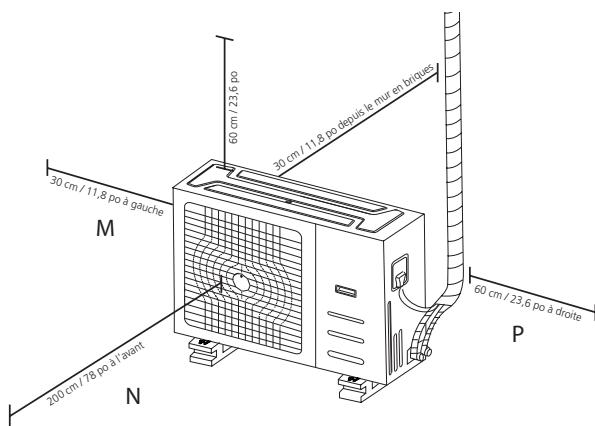

Fig. 6.8
**REMARQUE :** la distance minimale entre l'unité extérieure et les murs décrits dans le guide d'installation ne s'applique pas à une pièce hermétique. Assurez-vous de maintenir l'appareil exempt d'obstructions dans au moins deux des trois directions (M, N, P) (voir Fig. 6.8)